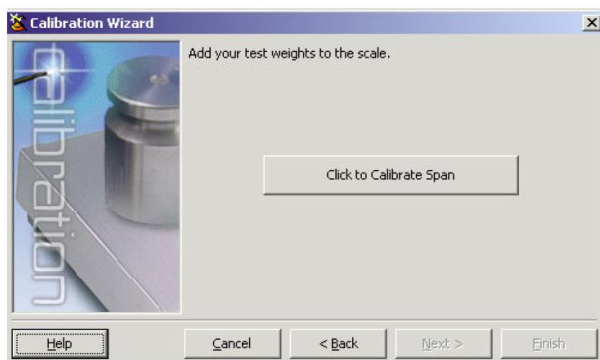

图:4-7.iRev 4 满量程校准界面
- 在秤上放置测试砝码，点击“Click to Calibration Span”完成满量程校准(见图 4-7)。满量程校准完成后，弹出一个信息框。